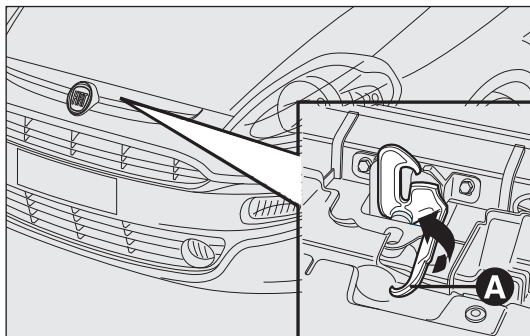

fig. 109
- tirare la levetta A-fig. 109 come indicato in figura;